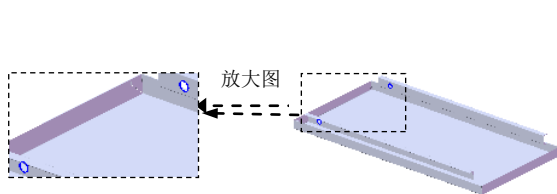
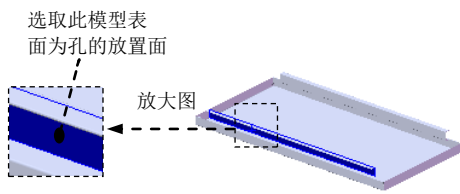

图 17.6.29 创建孔 1
图 17.6.30 定义孔的放置面
Step15. 创建图 17.6.29 所示的零件特征——孔 1。
(1) 选择下拉菜单 **插入(I)** → **特征(F)** → **孔(H)** →  **简单直孔(S)...** 命令，系统弹出“孔”对话框。
(2) 定义孔的放置面。选取图 17.6.30 所示的模型表面为孔的放置面。
(3) 定义孔的参数。
① 定义孔的深度。在“孔”对话框的 **方向1** 区域的下拉列表中选择 **完全贯穿** 选项。
② 定义孔的直径。在 **方向1** 区域的  文本框中输入数值 8.0。
(4) 单击“孔”对话框中的  按钮，完成孔 1 的创作。